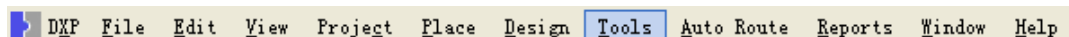

图 1-15 几种不同的菜单栏
(1) 菜单栏。图 1-14 中 1 号区为菜单栏，Protel 2004 的菜单栏可以根据用户正在执行的不同应用程序而发生相应变化，下面列举其中几个菜单栏，如图 1-15 所示。